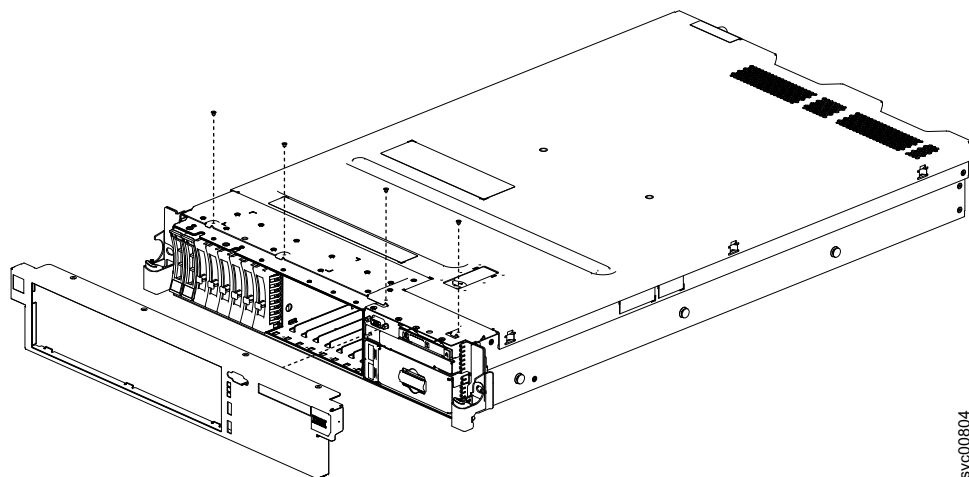

Figura 65. Removendo o 2145-DH8 painel
7. Remova os parafusos no topo do painel e levante as guias na parte inferior do painel para fora dos slots no lado de baixo do chassi, conforme mostrado em Figura 65.